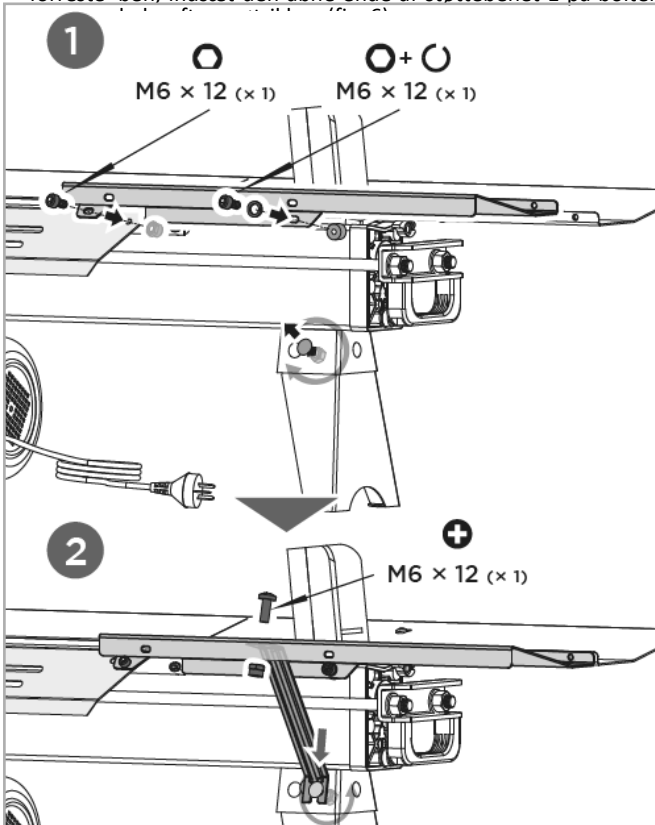

FIG. 6
■ Ret de to monteringshuller på brændebakken 2 ind efter hullerne på forsiden af kløveren. Indsæt den ene hætteskruer M6×12 og fjederskiven 6 i monteringshullet på højre side og den anden hætteskruer M6×12 og låsemøtrikken M6 i venstre side og spænd begge forsvarligt (fig. 6).